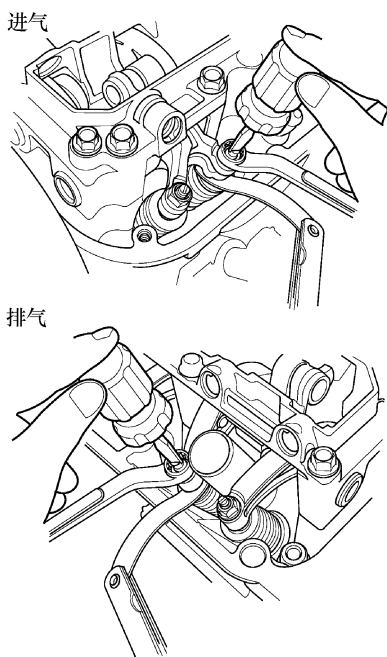

图 2-119 调整气门间隙
5) 如果感觉到拖滞太大或太小,则松开锁紧螺母并转动调整螺钉,直到塞尺的拖滞程度合适,见图 2-119。